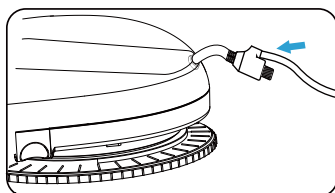

Рисунок 1
2. Обязательно закрепите страховочный трос перед использованием и привяжите трос к неподвижным предметам в доме, чтобы избежать падения робота. (Рисунок 1, Рисунок 2, Рисунок 3)